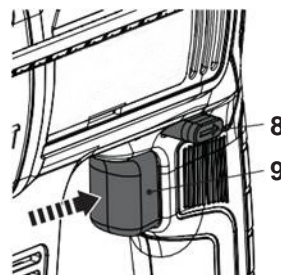

Fig. 8
1. Presione el interruptor de encendido/apagado (9) para encender el producto (Fig. 8).
2. Suelte el interruptor de encendido/apagado (9) para apagar el producto.